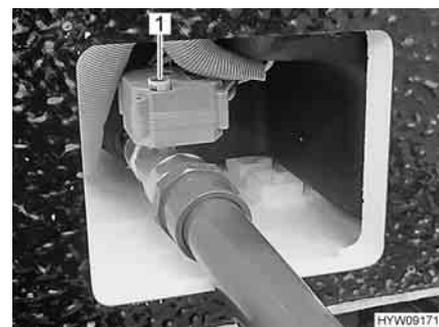

Fig. 165 Azionamento manuale del rubinetto di scolo delle acque grigie
- Per aprire il rubinetto di scolo delle acque grigie sollevare la manovella (Fig. 165,1) e ruotarla in senso antiorario fino a battuta. La direzione di rotazione (O per apertura, S per chiusura) è indicata sulla manovella.
- Per chiudere il rubinetto di scolo delle acque grigie sollevare la manovella (Fig. 165,1) e ruotarla in senso orario fino a battuta.